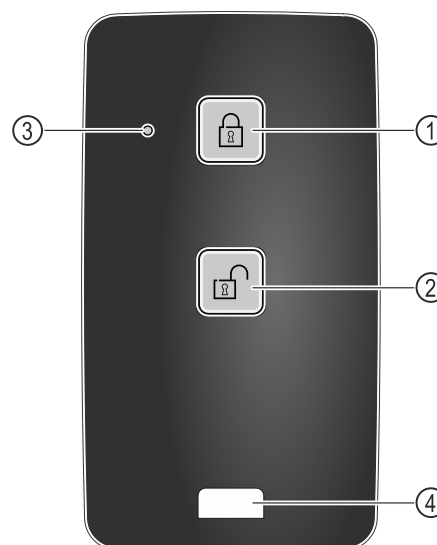

Fig. 219
- (1) Заблокировать замок
- (2) Разблокировать замок
- (3) Светодиод состояния
- (4) Крепежная проушина
- ▶ Нажмите кнопку Fig. 219 (1) на пульте дистанционного управления.
- ▶ Нажмите кнопку Fig. 219 (2) на пульте дистанционного управления.
- ▶ Светодиод состояния Fig. 219 (3) при нажатии на кнопку выдает оптический ответный сигнал.
- ▶ Проушина Fig. 219 (4) для закрепления пульта дистанционного управления, например, на связке ключей.